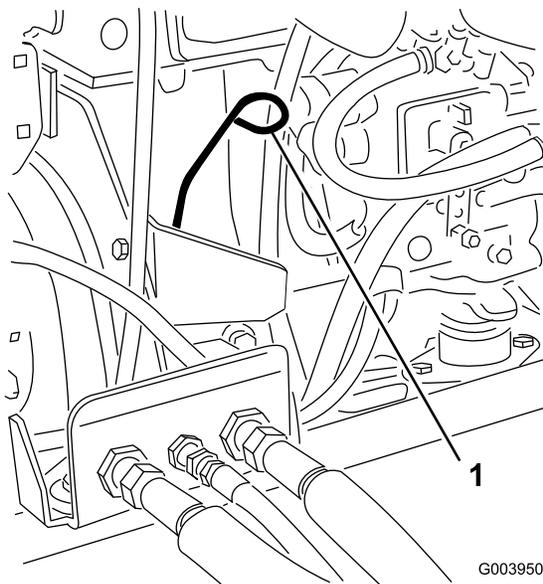

Figura 33
3. Retire a vareta, limpe-a e volte a colocá-la (Figura 33).